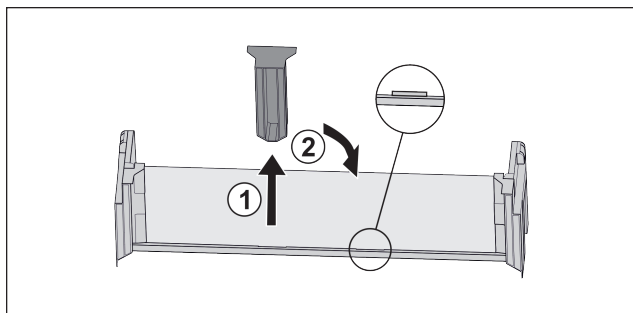

Fig. 79
- ▶ Снимите среднюю поддерживающую деталь Fig. 79 (1).
- ▶ Вставьте среднюю поддерживающую деталь во вторую позицию Fig. 79 (2).